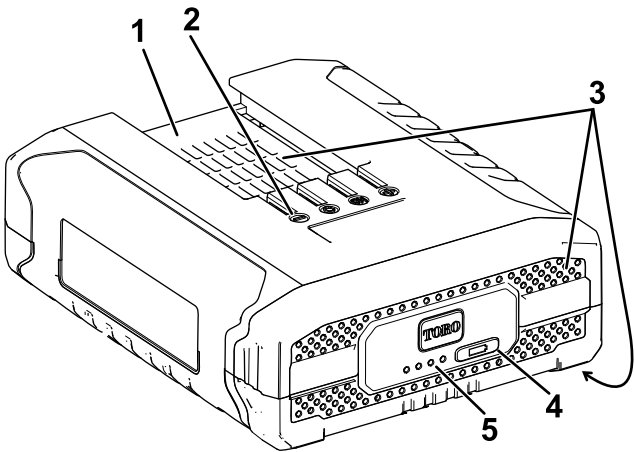

Figure 11
- 2. Alignez le creux de la batterie (Figure 11) sur la languette du chargeur.